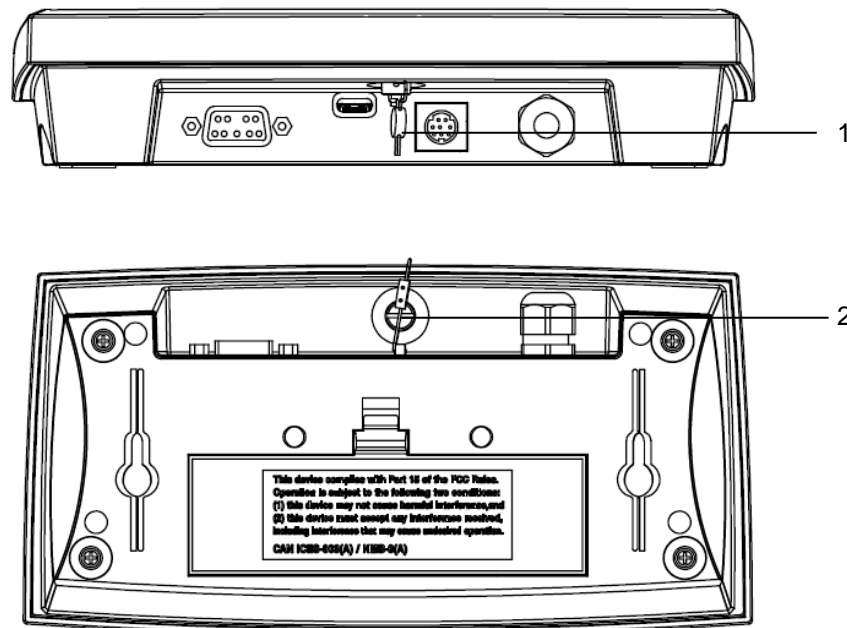

Figura 5-3: Sellado mediante cable de la báscula Defender 2500
- Sellado mediante cable: sustituya el tornillo avellanado por un tornillo perforado en cruz que se encuentra en la caja de embalaje. A continuación, pase un alambre de sellado por la cabeza del tornillo y una lengüeta permanente en la carcasa inferior, como se muestra en la figura 5-3.